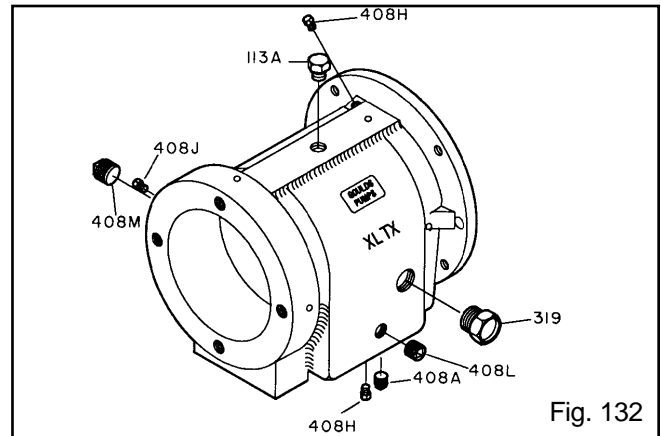

Fig. 132
1. Instale el tapón de llenado de aceite (113A), el tapón de drenaje de aceite (408A), el tubo indicador (319), el tapón del aceitador visible (408J), cuatro (4) tapones de conexión de rociado de aceite (408H) o graseras (193) y los tapones de salida de grasa (113), y los tapones de entrada y de salida del enfriador de aceite o enfriador de aceite (408L, 408M) en el bastidor de los cojinetes (228) (Fig. 132).